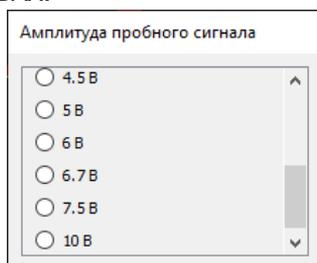

Рисунок 13. Выбор амплитуды пробного сигнала
- В блоке *"Амплитуда пробного сигнала"* (рисунок 13) выбирается амплитуда генерируемого на выходе измерительных щупов сигнала для снятия ВАХ.